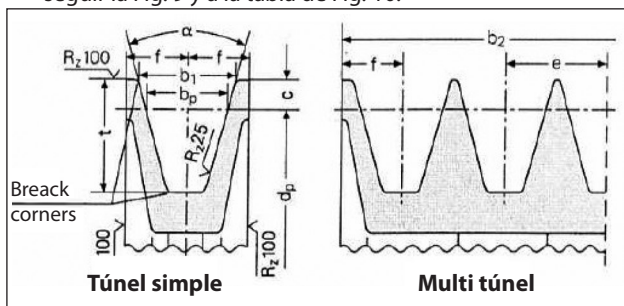

Fig. 9
- a) Utilizar poleas con correas trapezoidales con las dimensiones del canal prescritas/recomendadas por el fabricante de la correa utilizada. A falta de indicaciones, seguir la Fig. 9 y a la tabla de Fig. 10.